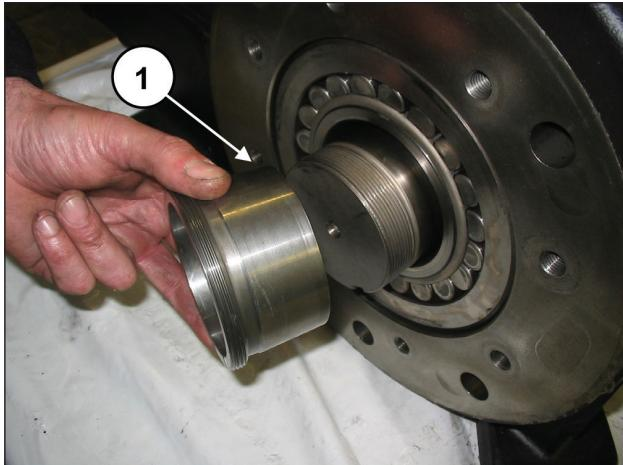

Fig. 27
Retire o casquinho de pressão (pos. ①, Fig. 27).